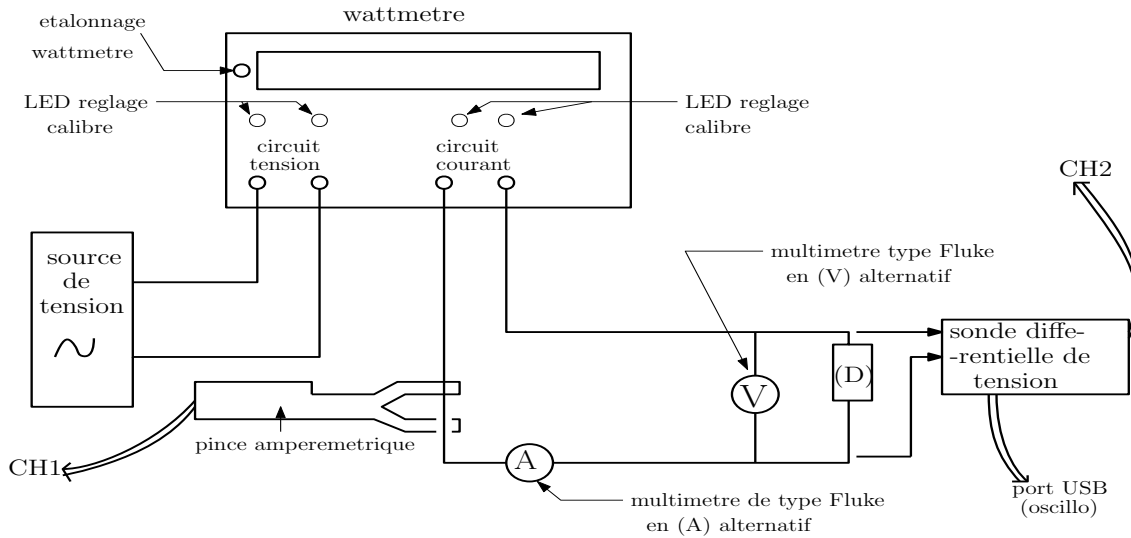
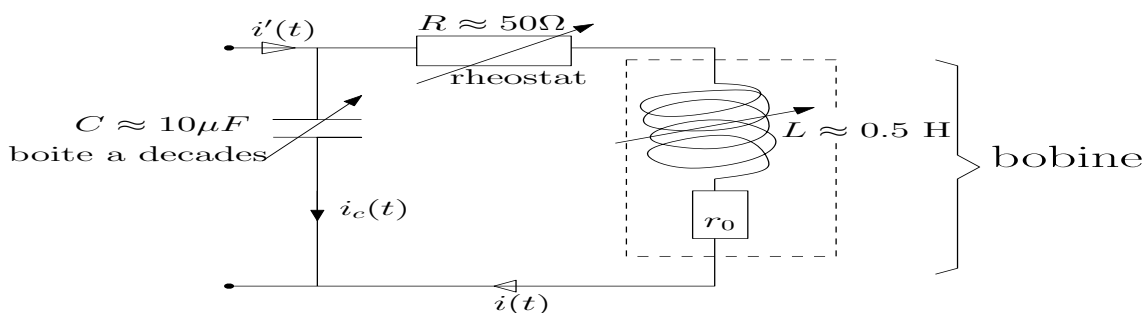

FIGURE 4 – Mesure de la puissance active consommée par un dipôle (D).
FIGURE 5 – Le dipôle (D) de nature inductive.
- deux séries de deux bornes d'entrée, la première série correspondant au circuit-tension (où l'on amène la tension de la source d'alimentation), la seconde série correspondant au circuit-courant (destiné à alimenter le dipôle (D) dont on souhaite mesurer la puissance  $P_a$ ) ; voir figure 4 ;
**Réalisation du montage :** réaliser le schéma du montage de figure 4, qui inclut le rhéostat, une source de tension sinusoïdale, un wattmètre, un multimètre numérique type Fluke, une pince ampèremétrique, une sonde différentielle de tension.
*Réalisation du montage de la figure 4* :
*Réalisation du montage* : Le dipôle (D) est celui de la figure 5. On le place dans le montage de la figure 4, avec à ses bornes, la sonde différentielle de tension, et en série avec lui, la pince ampèremétrique. Choisir des composants comme indiqués en figure 5.